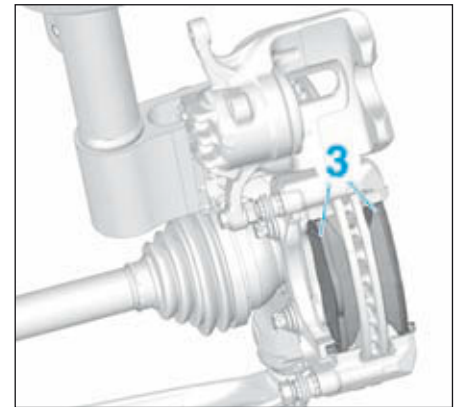

FIG.6
- Déposer les plaquettes (3) (Fig.6).